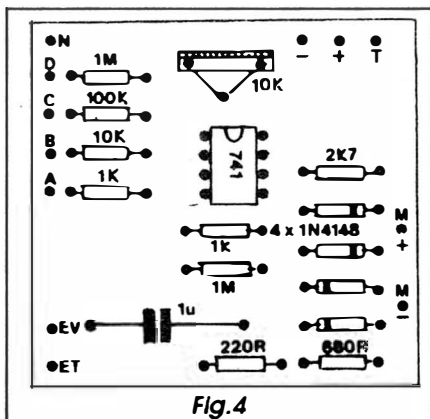

Fig.4
- FIG. 4 - CHAPEADO DA MONTAGEM - O lado sem cobre da placa, com todas as indicações estilizadas de posições de componentes, códigos de identificação, polaridades de terminais, valores, etc., é visto agora na figura... Tudo se resume em seguir, com absoluto rigor, as indicações visuais do diagrama, conferindo passo a passo as fases das soldagens e inserções das peças... Notar que vários dos componentes são do tipo polarizado, exigindo assim posição única e certa para ligação à placa... É o caso do integrado (extremidade marcada *apontando* para a posição ocupada pelo *trim-pot*) e dos quatro diodos, todos com suas extremidades de **catodo** indicadas pela faixa em cor diferente... Quanto ao *capacitorção*, não há o que errar, mesmo porque ele é único, no circuito... Já no que se refere aos vários resistores, é fundamental não errar as suas colocações em função dos seus valores (quem tiver dúvidas, deve rever as primeiras aulas do **ABC**, ou consultar o **TABELÃO APE**, que está sempre presente para ajudar a turma nos eventuais esquecimentos...). Observar, finalmente, que são várias as ilhas periféricas na placa, todas devidamente codificadas com letras ou símbolos, e que